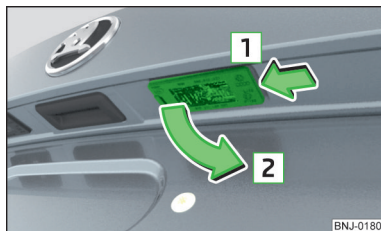

Fig. 214
- Premere la luce nel senso indicato dalla freccia [1] » fig. 214.